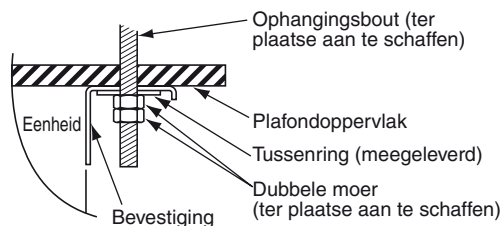
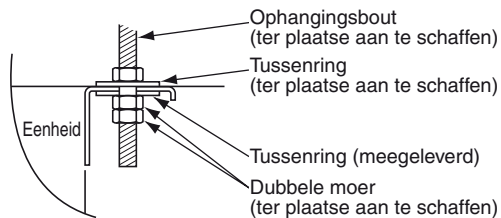

Afb. 3-9
Afb. 3-10
- Voor u de binnenunit ophangt, moet de 2 of 3 schroeven van de vergrendeling van de grilles van de luchtinlaten verwijderen, de grilles openen, en ze vervolgens verwijderen door tegen de klauwtjes van de scharnieren te drukken (Afb. 3-9). Verwijder vervolgens beide zijpanelen door ze langs de unit naar voren te schuiven nadat u de 2 bevestigingsschroeven heeft verwijderd. (Afb. 3-10)